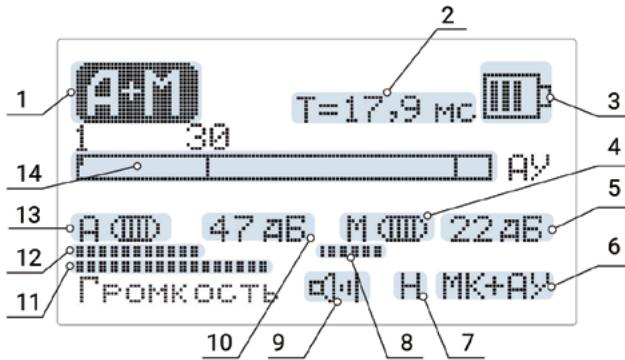

Рисунок 13 – Основной экран канала «А+М»
Перед переключением на канал «А+М» необходимо настроить частотные характеристики АК в режиме «АУ» (п. 4.8.2). Индивидуальная настройка частотных характеристик канала «АУ» может существенно ослабить влияние акустических помех при поиске МП. Основной экран канала «А+М» (рис. 13).
4.10.1 Линейная шкала текущего уровня сигнала (п. 14, рис. 13) разделена по горизонтали на две половины. Верхняя половина – уровень акустического сигнала. Нижняя половина – уровень магнитного сигнала. Мгновенный уровень сигнала отображается заполнением шкалы и вертикальной линией, фиксирующей максимум и существующий до прихода следующего импульса, но не более 3 секунд. Переключение шкал происходит автоматически при изменении усиления в магнитном или акустическом канале. Активной является шкала, в которой изменения усиления проводились последними. Графическое отображение уровня сигналов дублируется динамической индикацией числового значения уровня в течение примерно 0,2 секунды после достижения определенного уровня. Числовое значениедается в процентах от максимального допустимого сигнала.
4.10.3 Для корректной работы приемника в данном режиме необходимо установить такой уровень усиления в каналах «А» и «М», при котором происходит синхронная с импульсами ударного генератора индикация срабатывания пороговых устройств – заполнение овальных значков справа от знаков «А» и «М» (п. 4 и п. 13, рис. 13). Это будет происходить при уровне сигналов порядка 90 % от максимума. Установленный уровень сигналов должен поддерживаться неизменным на каждом шаге при продвижении по трассе поиска. Выполнение этого условия обеспечит достоверную оценку ключевого параметра режима «А+М» – задержки распространения акустического сигнала (п. 2, рис. 13).
- 4.10.6.4 Стока меню «Выход на ТЛФ». Выбранный канал («АУ», «МК» или «АУ+МК») подключается для прослушивания к телефонам. В основном экране символ выбранного канала отображается в правом нижнем углу (п. 6, рис. 13).